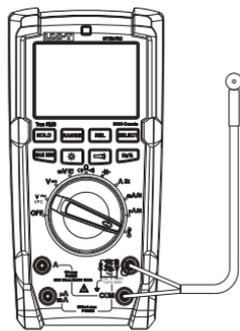

图8
8. 温度测量 (仅UT17B PRO/UT18B PRO) (见图8)